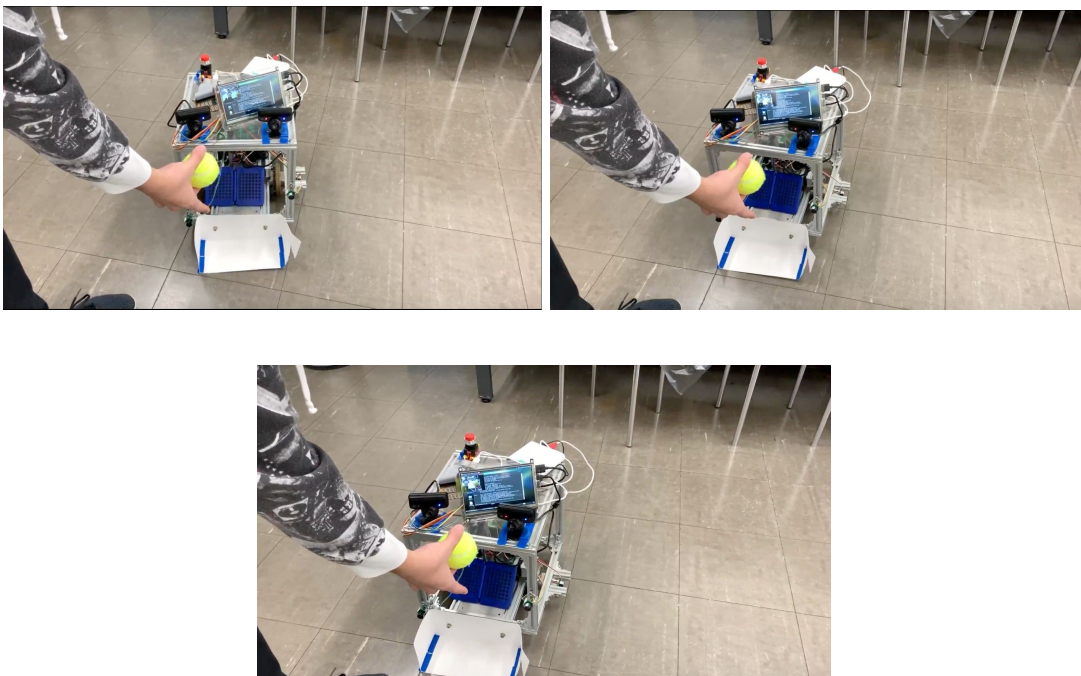

図2 テニスボールの位置によって回転し、直進している様子
- ②その座標が半分より右側であれば右側に回転し、左側であれば逆回転をし、調整をする。(図2)
- ③座標が真ん中になったら直進する
- ④輪郭が大きくなったところで止まる。